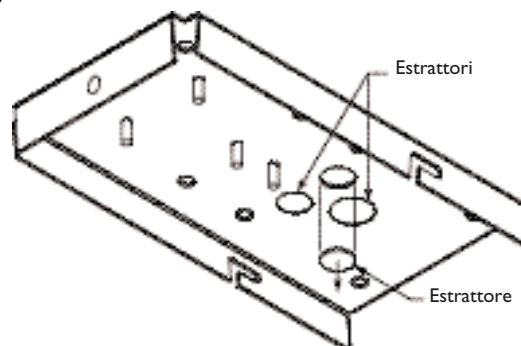

Figura 6 Estrattori
2. Marcare le posizioni dei fori per i bulloni di ancoraggio sulla parete. Sono necessari almeno sei (6) bulloni da 8 mm ($\frac{5}{16}$ ").
4. Decidere come sistemare i cavi all'interno della custodia. Se necessario, rimuovere l'estrattore appropriato. Sono forniti due estrattori PG 13.5 ($\frac{1}{2}$ ") e uno PG 21 ($\frac{3}{4}$ "). Vedere **Figura 6**.